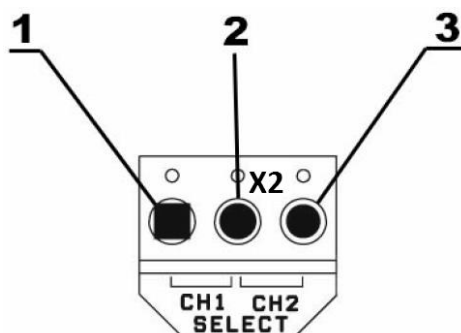

Рисунок 7 – Клеммник «SELECT»
2.3.2.4 Дистанционный выбор активного канала является разновидностью режима с ручным выбором канала. Для выбора режима, на печатной плате изделия предусмотрен клеммник с тремя выходами «SELECT», см. рисунок 7.